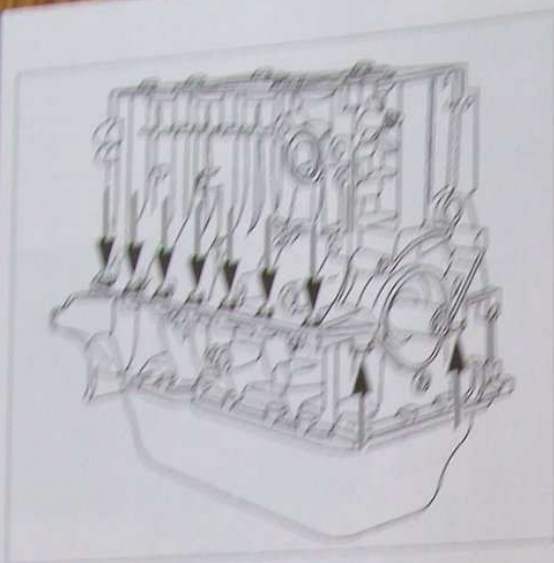

FIG. 50
- les vis de fixation extérieure M6 et M11 du carter-chapeaux de paliers de vilebrequin (Fig.50).
- la grappe à huile (Fig. 50).
- les vis de fixation inférieures du carter-chapeau de la grappe de lubrification (Fig. 50).
les vis de fixation des chapeaux (Fig. 50).
Reparer la position de chaque chapeau par rapport au carter cylindrique, à l'aide d'un tourne à vis (Fig. 50).
- reposer le carter-chapeaux de paliers sur le carter-cylindres et serrer ses vis de fixation intérieure M11 (Fig.51) puis extérieure M6 et M11 (Fig.50).